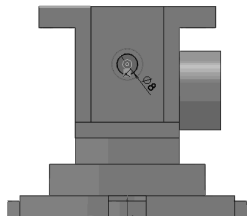

图 7-115 绘制正面 $\phi 8$ 孔草图
2) 绘制正面 $\phi 8$ 孔草图。单击“草图”控制面板中的 $\odot$ （圆）按钮，绘制一个圆；单击“草图”控制面板中的 f （智能尺寸）按钮，或选择菜单栏中的“工具”→“标注尺寸”→“智能尺寸”命令，标注圆的直径为 8，如图 7-115 所示。